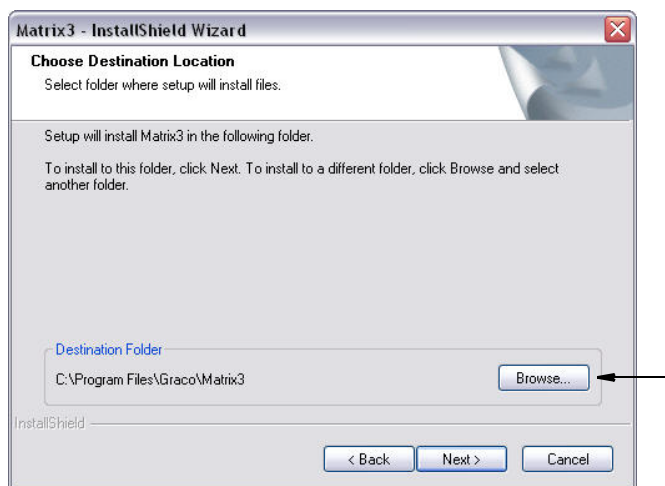

Рис. 16
- Выберите место установки. Место установки по умолчанию – C:\Program Files\Graco\Matrix3. Чтобы выбрать другое место, нажмите кнопку «Browse» [Обзор] (Рис. 16).
- Нажмите «NEXT» [ДАЛЕЕ], чтобы продолжить установку и перейти к окну «InstallShield Wizard» [Мастера установки] системы Matrix3 (Рис. 16). Нажмите кнопку «BACK» [НАЗАД], чтобы вернуться на предыдущий экран или нажмите «CANCEL» [ОТМЕНА], чтобы завершить установку ПО.